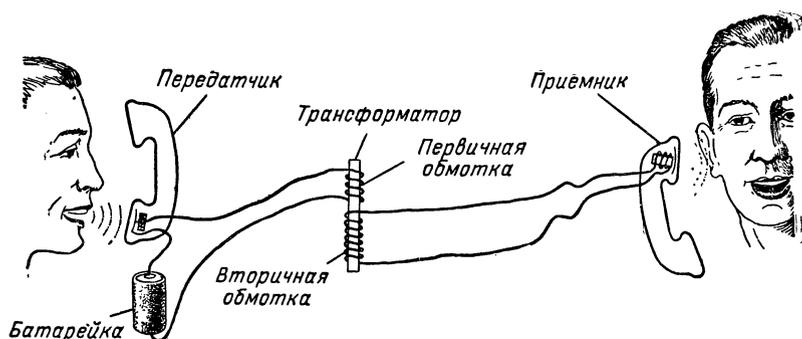

Рис. VI.8. Простая телефонная линия с повышающим трансформатором для связи микрофона с телефоном.
**Простая телефонная линия.** Чтобы соединить микрофон с телефоном, обычно используют повышающий трансформатор. Этот трансформатор значительно повышает небольшое напряжение, создаваемое микрофоном, и подает его на телефон (рис. VI.8). Первичная обмотка трансформатора соединена с микрофоном, а вторичная — с телефоном. Меняющийся по величине постоянный ток, создаваемый в микрофоне, возбуждает во вторичной обмотке трансформатора переменный ток. Напряжение вторичной обмотки транс-